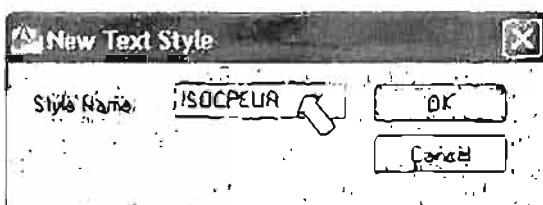

Рис. 2.20. Диалоговое окно **New Text Style** для присвоения имени текстовому стилю
- 2 Щелкните левой клавишей мыши на кнопке **New** (Новый) и после появления диалогового окна **New Text Style** (Новый текстовый стиль) введите в нем имя создаваемого стиля (рис. 2.20).